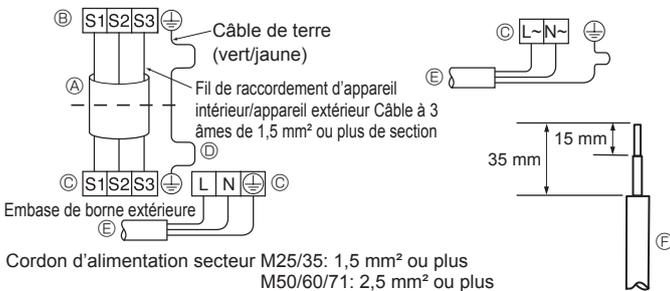
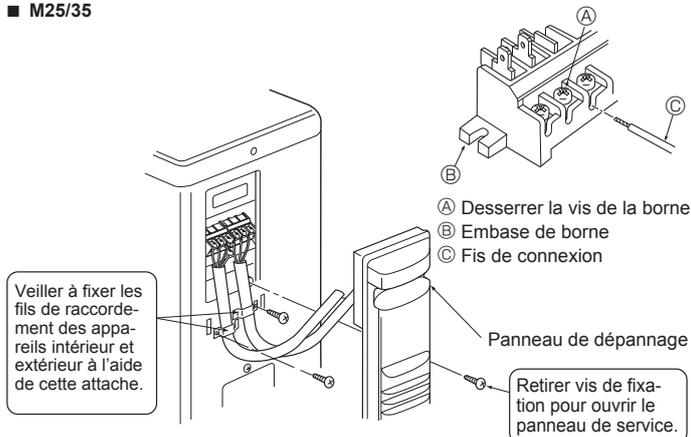
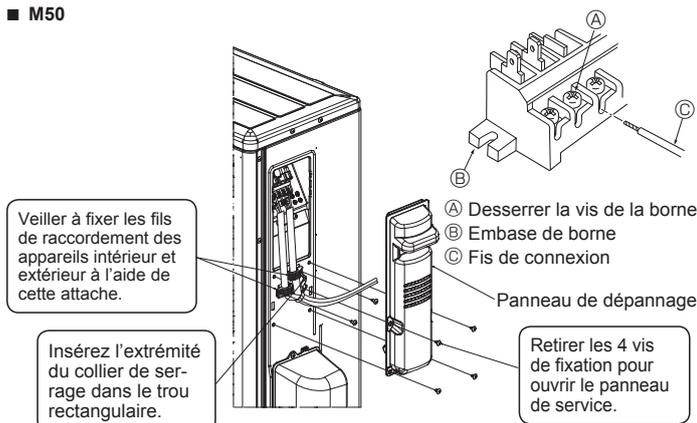
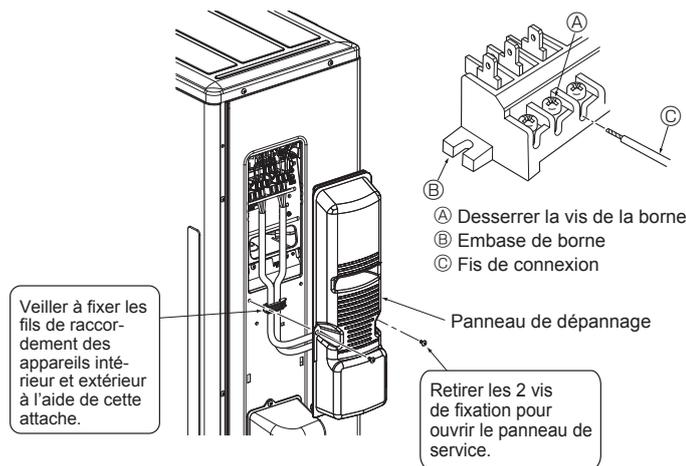

Fig. 6-2
Fig. 6-3
Fig. 6-4
Fig. 6-5
### 6.1. Appareil extérieur (Fig. 6-1, Fig. 6-2, Fig. 6-3, Fig. 6-4, Fig. 6-5)
- ① Déposez le panneau de service.
- ② Raccordez les câbles conformément aux Fig. 6-1, Fig. 6-2, Fig. 6-3, Fig. 6-4 et Fig. 6-5.
- Effectuez le câblage selon le diagramme en bas et à gauche. (Veuillez vous procurer le câble localement) (Fig. 6-2)
- (A) Câble de connexion
- (B) Embase de borne inférieure
- (C) Embase de borne extérieure
- (D) Posez toujours un câble de mise à la terre plus long que les autres câbles.
- (E) Cordon d'alimentation
- (F) Fis de connexion